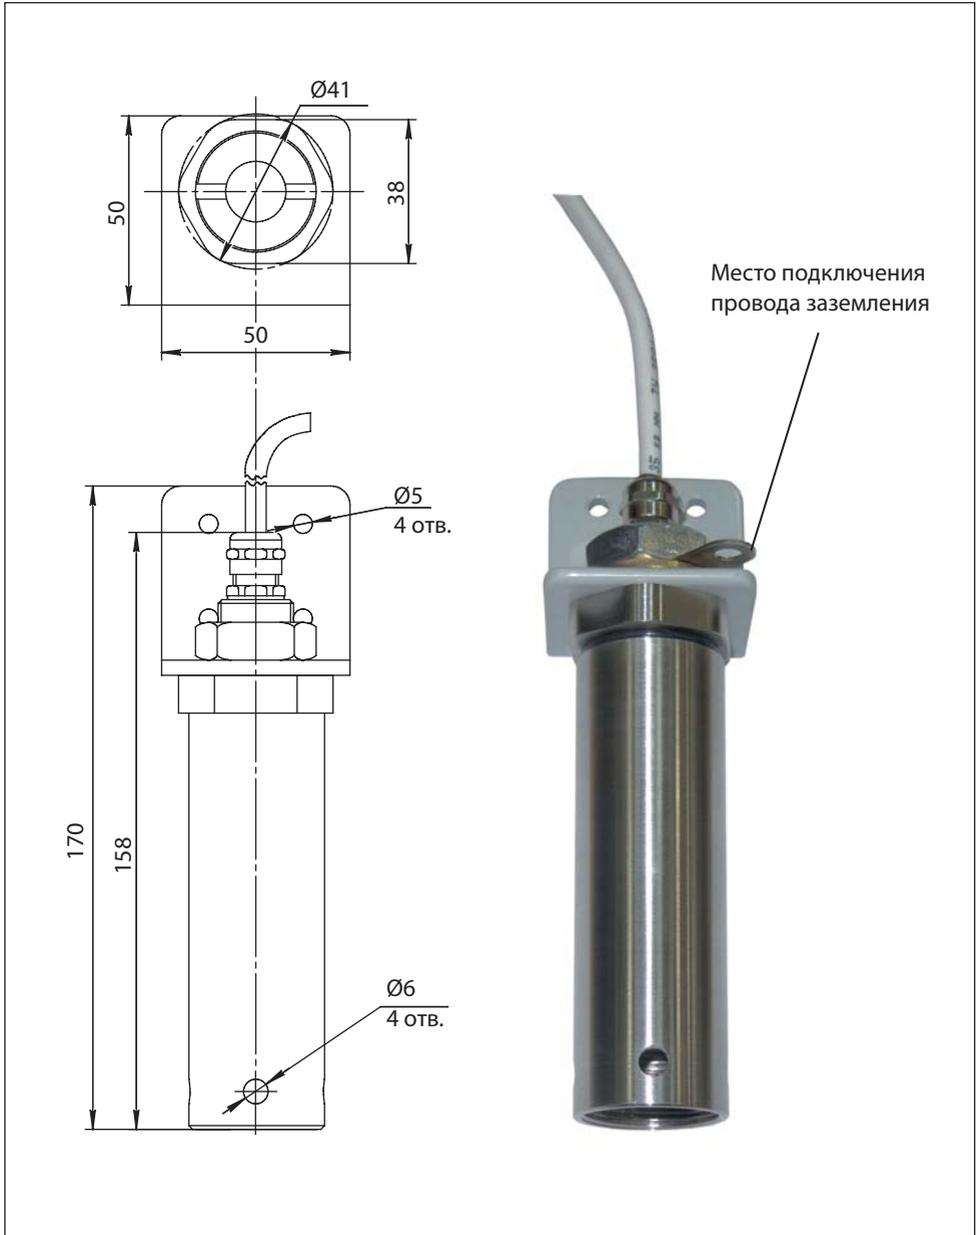

Рис.5. Габаритный чертеж ГС "Сенсон-СД-7031-СМ"
3. Установите ГС в выбранном месте. ГС необходимо располагать так, чтобы интерфейсный модуль с ИСМ был направлен вертикально вниз. Это препятствует попаданию влаги, пыли и посторонних предметов на фильтр газоанализатора. Наиболее простой способ монтажа – крепление к стене на кронштейне (рис.5).
5. Подключите провод заземления к кольцу заземления (см. рис.5). Рекомендуем провод заземления опрессовать кабельным наконечником с круглым отверстием под винт.